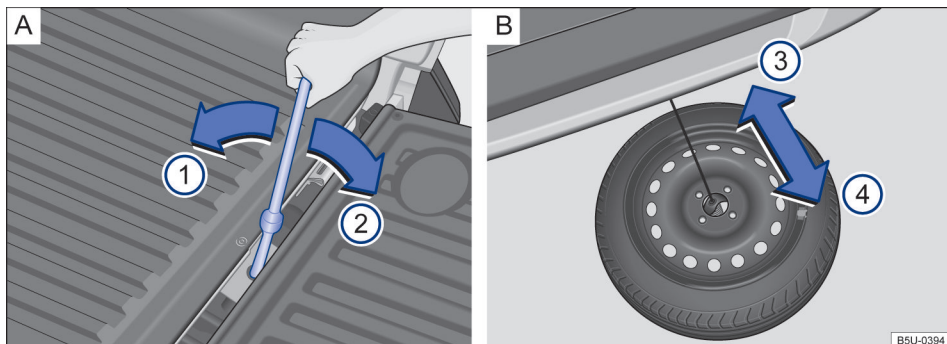

Fig. 192 A) No compartimento de carga: acesso a roda de emergência. B) Sob o veículo: roda de emergência totalmente no piso e retirada de baixo do veículo.
- Girar a chave de roda no sentido horário → Fig. 192 (2) até o fim de curso do mecanismo, mesmo após a roda de emergência ter encostado totalmente no piso. O fim de curso é caracterizado pelo bloqueio do movimento da chave pelo batente do mecanismo.
- Puxar com cuidado a roda de emergência, no sentido da seta → Fig. 192 (4), retirando-a de baixo do veículo.
- Empurrar com cuidado a roda de emergência, no sentido da seta → Fig. 192 ③, posicionando-a embaixo do veículo.
- Girar a chave de roda no sentido anti-horário → Fig. 192 ①, até o fim de curso do mecanismo, que é caracterizado pelo deslizamento (giro “em falso”) da chave.